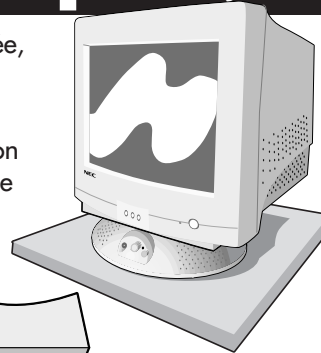

Figure 3-A
**Étape 3-A.** Une fois la nouvelle la base audio posée, remettre soigneusement le moniteur à l'endroit (**Figure 3-A**).